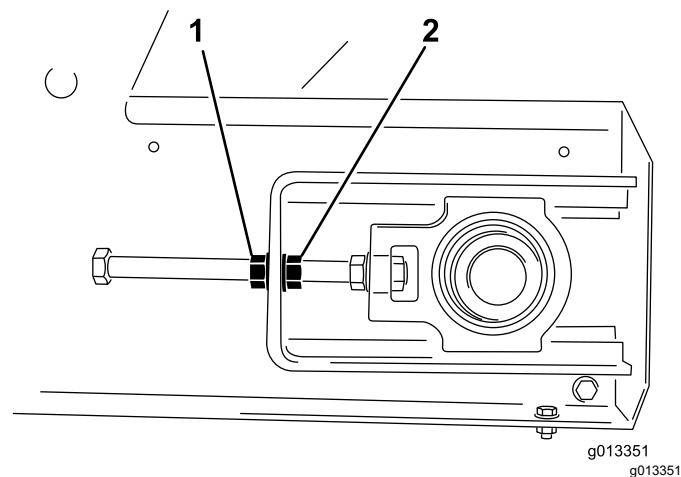

図 59
4. テンショナロッドが回らないようにロッドの端部をレンチで押さえながら、もう本のレンチでロッキングナットロッドの端部に一番近いナットをゆるめる **図 59**。
3. ベルトが寄ってくる側で調整する。テンショナロッドが回らないようにロッドの端部を押さえながらロッキングナットをゆるめ、調整ナットをナットの面分締めつける **図 59**。